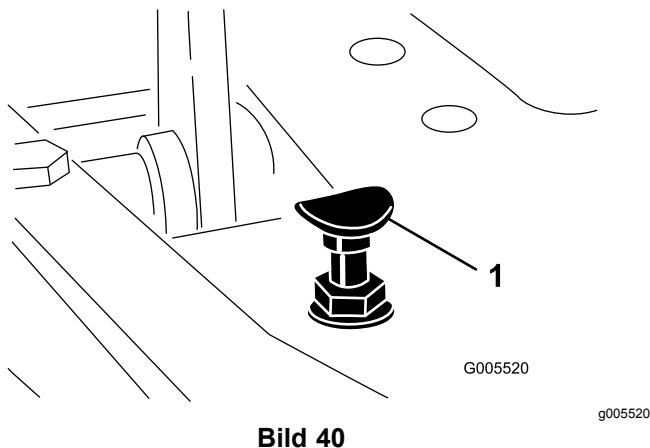

Bild 40
Stellen Sie den Funktionsschalthebel in die TRANSPORT-Stellung und treten Sie auf das Fahrpedal, um die maximale Transportgeschwindigkeit zu erreichen. Wenn das Pedal den Anschlag erreicht (Bild 40), bevor das Kabel gespannt ist, führen Sie folgende Einstellungsschritte aus:
1. Stellen Sie den Funktionsschalthebel in die TRANSPORT-Stellung, lösen Sie die Sicherungsmutter, mit der der Pedalansschlag an der Bodenplatte befestigt ist (Bild 40).